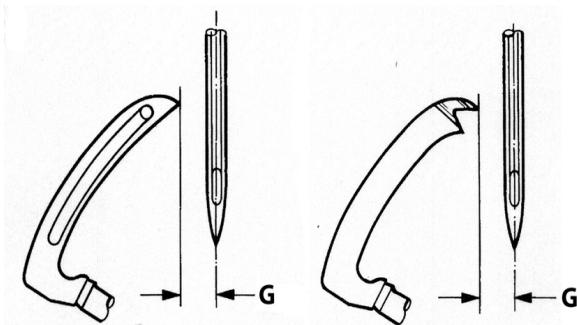

Fig. 2
Set the looper so that the distance from the center line of the needle to the point of the looper or spreader is (G) Fig. 2 when the looper is at its far left position.
und Blindgreifer (G) Fig.2 beträgt, wenn der Greifer in seiner äußersten linken Position ist.